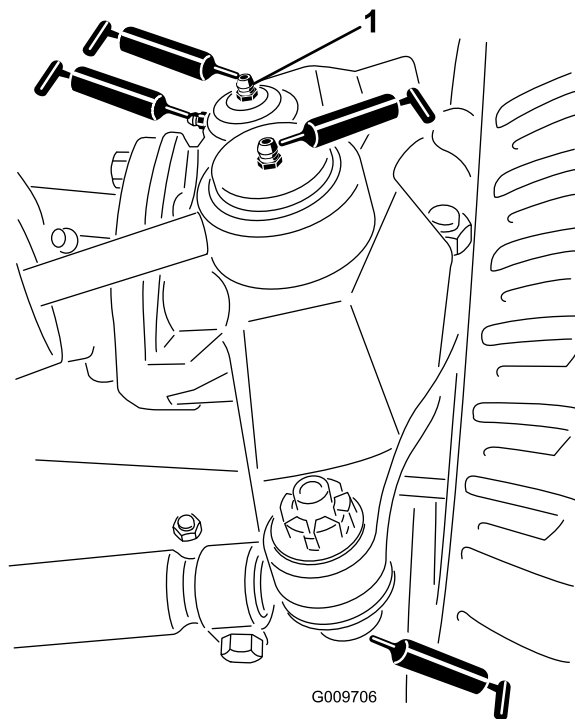

Figura 48
- Giunti sferici (2) del cilindro di sterzo (Figura 48)
- Giunti sferici (2) del tirante (Figura 48)
- Boccole (2) del perno del fuso a snodo (Figura 48). **Il raccordo superiore sul perno del fuso a snodo richiede soltanto una lubrificazione annuale (2 pompate).**